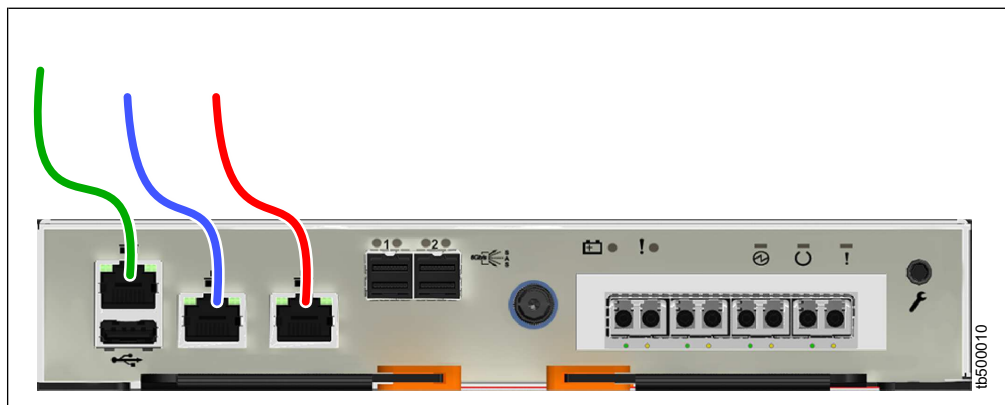

图 127. 将以太网电缆连接到 Storwize V5030 或 Storwize V5030F 系统
- a. 识别系统上以太网端口的位置和功能；请参阅第 141 页的图 127。
- 技术人员端口应仅用于初始化或维护系统。在第 141 页的图 127 中，技术人员端口通过绿色电缆识别。
- b. 将系统中每个 Storwize V5030 或 Storwize V5030F 节点容器的以太网端口 1 连接到将为系统管理接口提供连接的 IP 网络。第 141 页的图 127 显示了 Storwize V5030 或 Storwize V5030F 节点容器上的端口位置和以太网连线。
- c. (可选) 将系统中每个节点容器的以太网端口 2 连接到第二个 IP 地址，如图 127 中的红色电缆连接所示。端口 2 可以为系统管理接口提供冗余连接。端口 2 还可通过网络上的主机用于系统的 iSCSI 连接。如果系统中存在多个控制机柜，请确保每个节点容器的端口 2 都连接到同一网络，以在配置节点发生故障时提供访问。